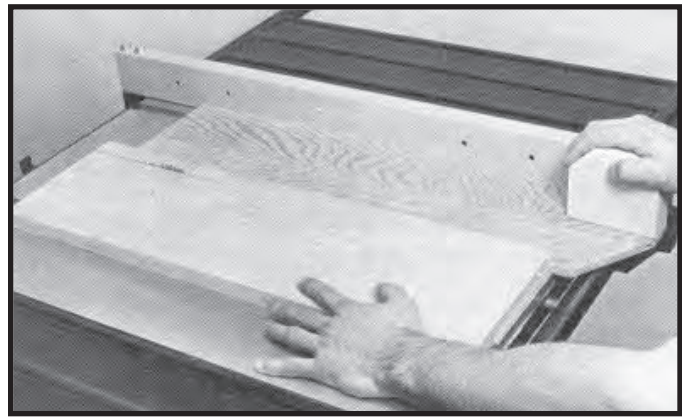

Fig. 42
3. El corte longitudinal de piezas angostas puede resultar peligroso si no se hace con cuidado. Generalmente, las piezas angostas no pueden cortarse con la guarda en su lugar. Si la pieza de trabajo es muy corta, utilice una tabla para empujar. Cuando corta material de un ancho menor a 5 cm (2 pulgadas), una tabla plana para empujar es un accesorio provechoso, dado que las varas comunes pueden interferir con la guarda de la hoja. Cuando use una tabla para empujar, se debe sumar el ancho de ésta al ancho de la configuración de la posición de la guía de corte. Una tabla plana para empujar puede construirse como se ve en la Fig. 42 y debe utilizarse como se muestra en la Fig. 42.